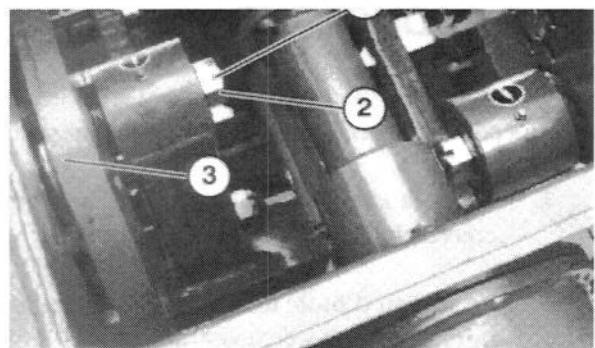

Figure 17
3. S'assurer que l'extrémité du tube de ventilation du boîtier est ouverte et propre (Fig. 17).
2. Enlever la goupille qui fixe l'écrou crénelé au vilebrequin supérieur (Fig. 17). Vérifier à la main de quelle façon l'écrou est serré. S'il est très desserré, le visser dans le sens des aiguilles d'une montre jusqu'à ce qu'il vienne s'appuyer sur la rondelle extérieure et que l'on sente une résistance.